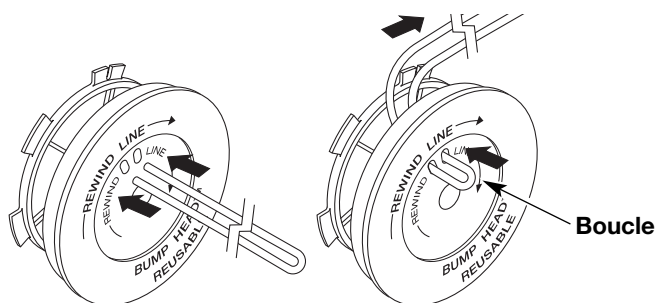

Fig. 19
6. Découpez environ 6 m (20 pi) de fil neuf et faites-en deux boucles de longueurs égales. Insérez chaque extrémité de fil dans l'un des deux trous du moulinet (Fig. 19). Tirez le fil à travers le moulinet pour que la boucle soit le plus petit possible.